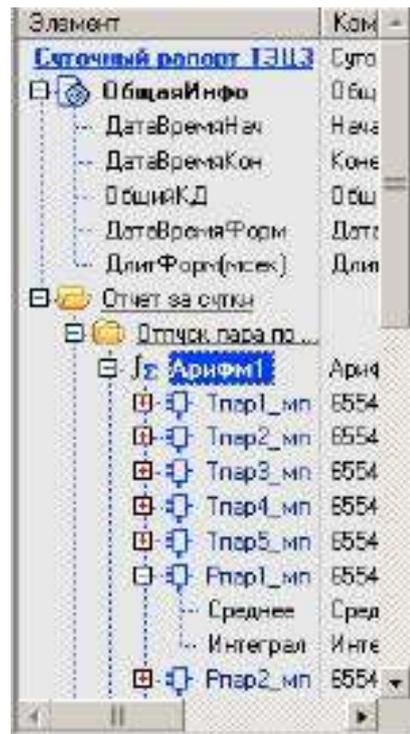

Рис. 3.2. Дерево алгоритмов
2) **Дерево алгоритмов** (рис. 3.2) позволяет настраивать набор алгоритмов, содержащихся в рапорте. Данный набор определяется инженером на основе требований, которым должен удовлетворять тот или иной отчёт. К примеру, если рапорт должен содержать информацию по заданным параметрам за заданный промежуток времени, в виде таблицы с заданным шагом, то следует выбрать алгоритм «Таблица значений». Другой пример: если необходимо настроить отчёт, который бы выдавал список событий за заданный промежуток времени с заданными критериями отбора, то следует выбрать алгоритм «Список событий». Таким образом, в каждом конкретном случае инженер подбирает набор алгоритмов, необходимых для конкретного отчёта. Модуль формирования рапортов предоставляет большой выбор алгоритмов, достаточный для того, чтобы настроить отчёт любой сложности.